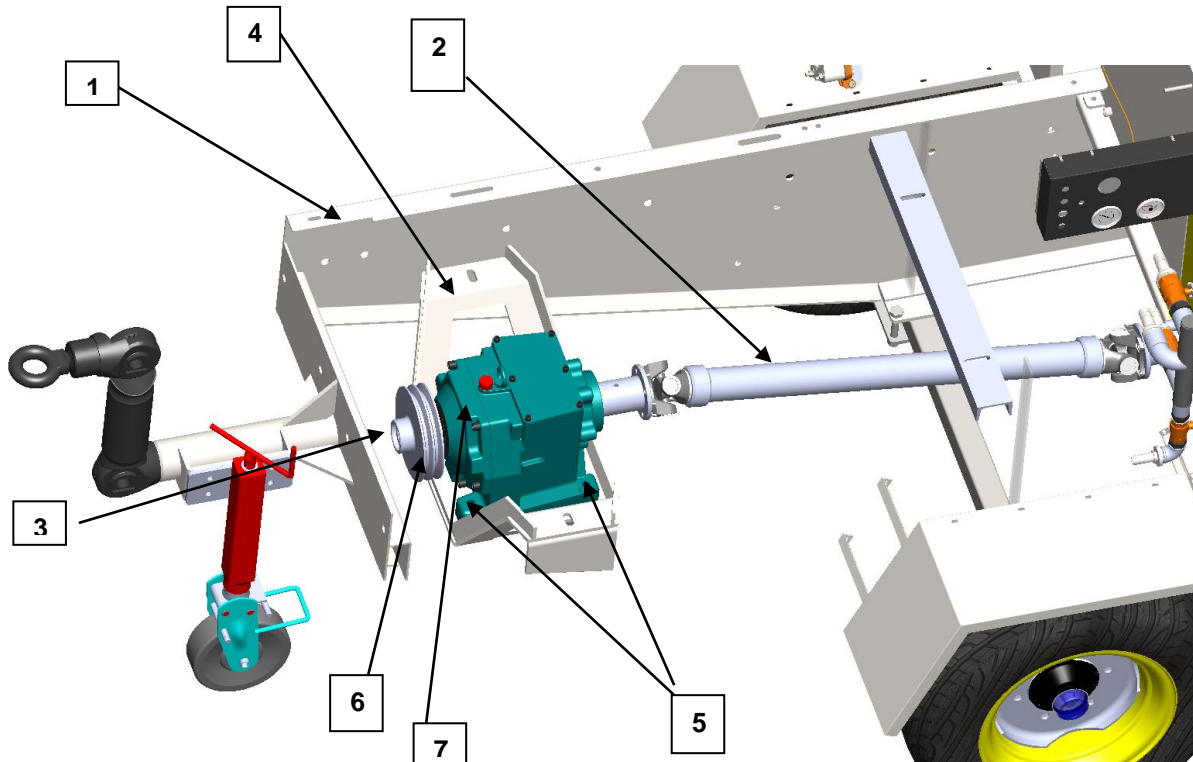

Figure. 18
- La fixation du réducteur de vitesse au châssis se fait sur les cotés latéraux assuré par des connecteurs de type boulons voir la **figure 18** .